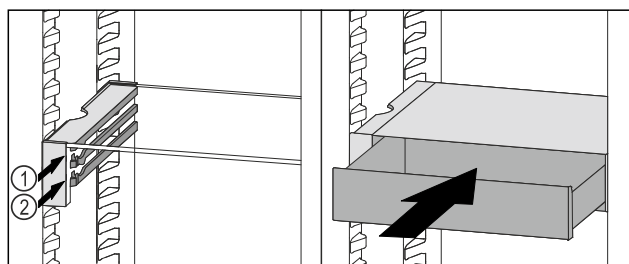

Fig. 114
- Поставете чекмеджето на VarioSafe зад ограничителите върху желаното ребро Fig. 114 (1) или Fig. 114 (2).